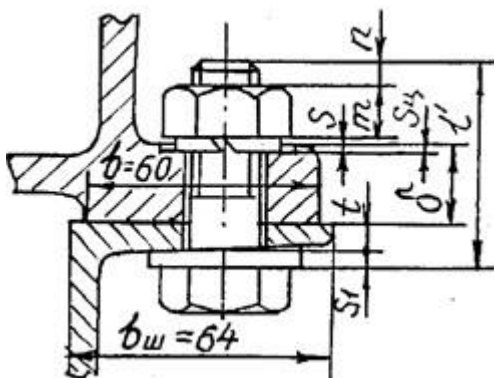

Рис.62
9. По ширине лапы редуктора $B = 60 \text{ мм}$ для рамы выбираем швеллер 16 (из условия $b_{\text{ш}} = 64 \text{ мм} \geq B = 60 \text{ мм}$ – рис.62). Длина болта $l' = S_1 + t + \delta - S_{\text{ц}} + S + m + n$, где $S_1 = 5,7 \text{ мм}$ – средняя толщина кривой шайбы 16; $t = 8,4 \text{ мм}$ – средняя толщина полки швеллера 16; $\delta = 18 \text{ мм}$ – толщина лапы редуктора; $S_{\text{ц}} = 1 \dots 2 \text{ мм}$ – глубина цековки; $S = 3,5 \text{ мм}$ – толщина пружинной шайбы 16; $m = 13 \text{ мм}$ – высота гайки М16;